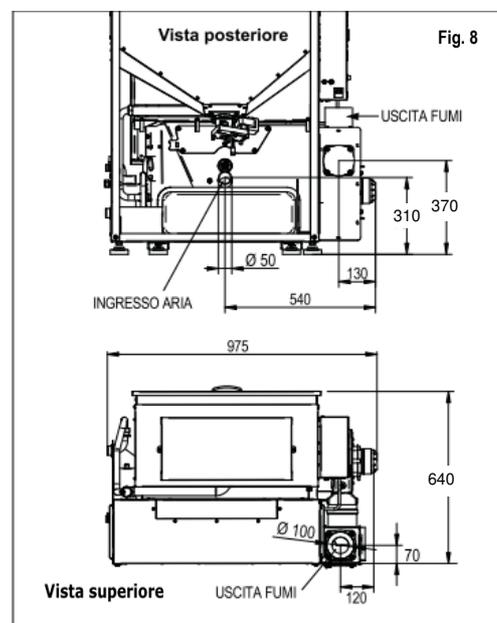

Fig. 8
Si consiglia se possibile di eseguire il disimballo in prossimità del luogo prescelto, facendo attenzione alle normative v/ Fig. 8 .
- Posizionare la canna fumaria tenendo conto della posizione del tubo di uscita fumi (fig.8).